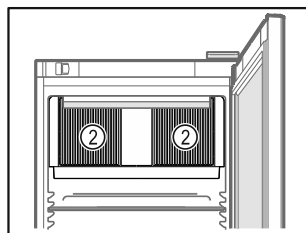

Fig. 78
- Тримати відкритою вентиляційну щілину Fig. 78 (2) вентилятора циркуляційного повітря у внутрішній камері.